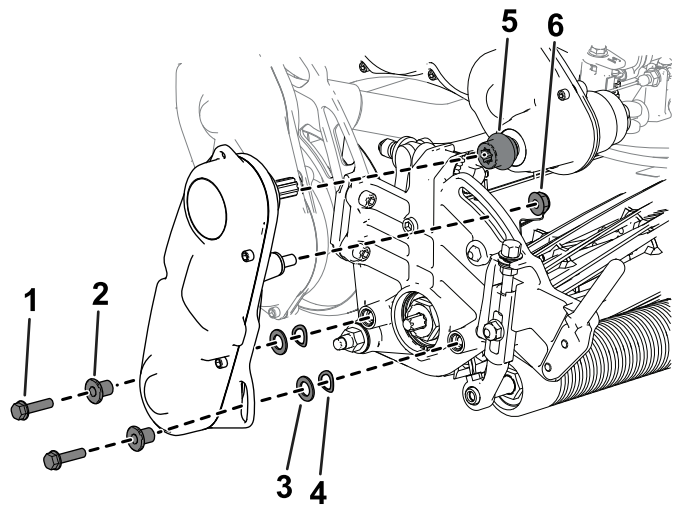

Figura 49
3. Remova o conjunto de acionamento do cilindro da unidade de corte (Figura 49) e guarde o hardware.